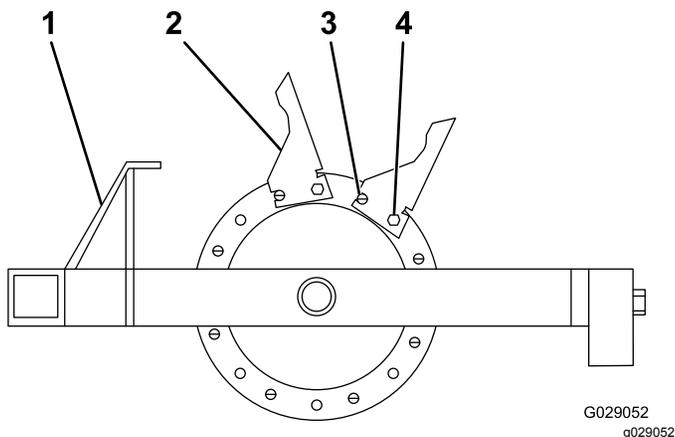

图20
1. 如图20所示从外侧铸件开始安装打孔针。
2. 将所有 8 个打孔针都安装到铸件上使用滚销和螺栓  $\frac{1}{2}$  英寸 x  $1\frac{3}{4}$  英寸并确保滚销在前面的位置图20。